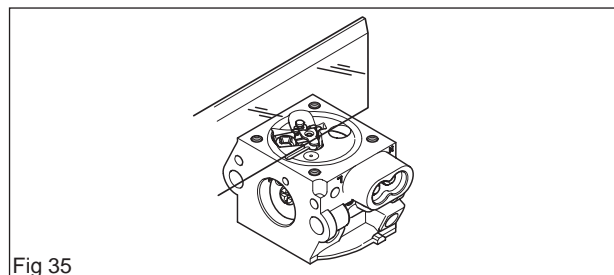

Fig 35
6. Contrôler à l'aide d'une règle que le levier est au même niveau que la surface de montage du couvercle. Si nécessaire, plier le levier (voir la figure 35).